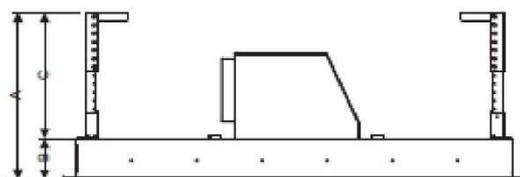

Abb. 4
5. Berechnen Sie die Länge des Winkeleisens (siehe Abb. 4 & 5), dann werden 32 Stück M4*10 Schrauben und M4 Mutter mit Dichtung verwendet, um das Winkeleisen mit der verstellbaren Winkeleisenhalterung zu verbinden. (Stellen Sie sicher, dass die Überlappungslänge des Winkeleisens nicht weniger als 36 mm beträgt)